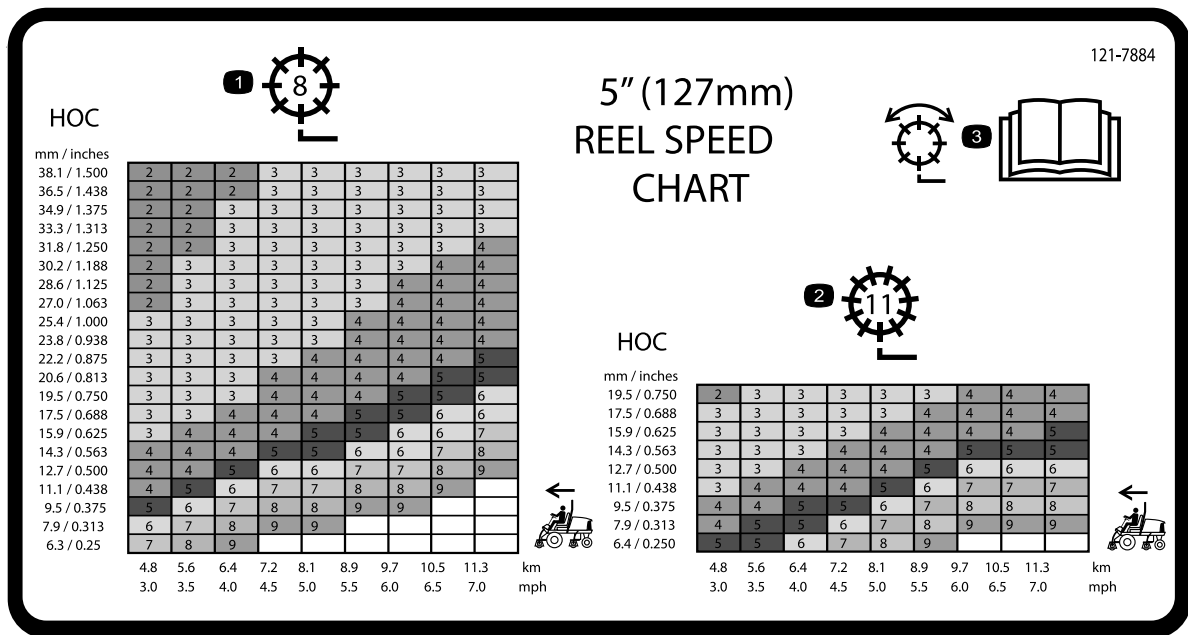
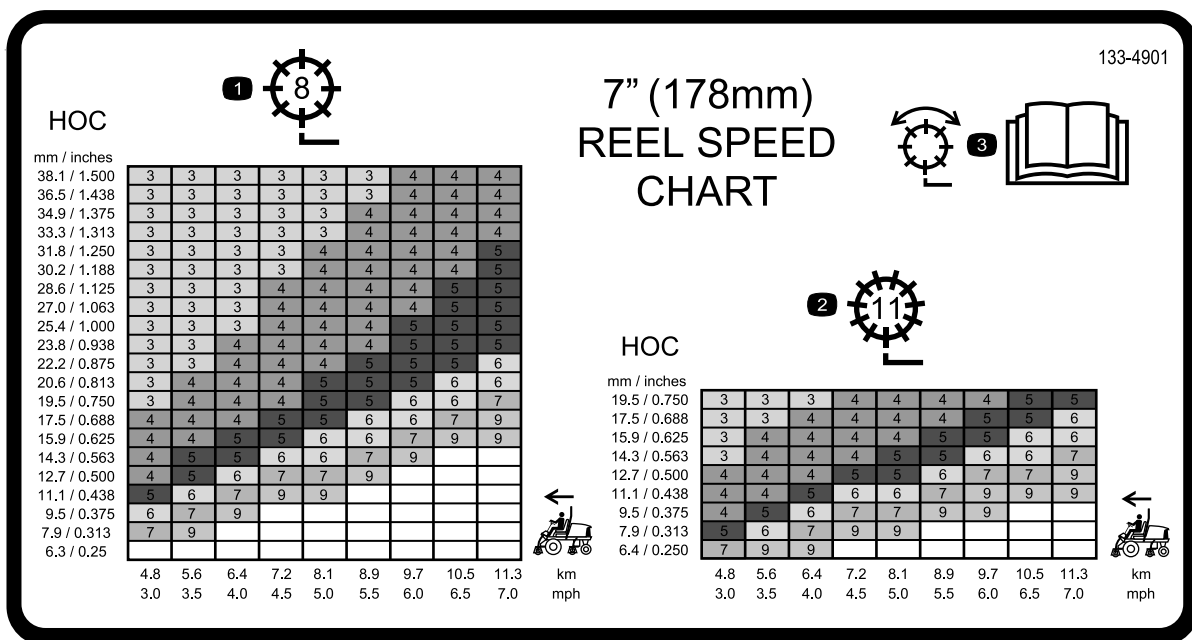

図 30
図 31
3. リール速度チャート図 30と図 31を参考にして、適切なリール速度を選択する。